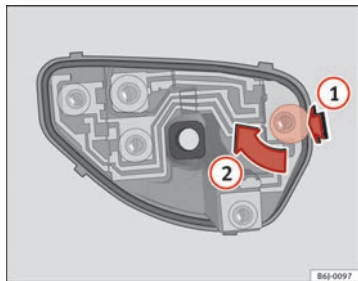

Abb. 153 Glühlampenersatz Rückleuchten
- Nach dem Abnehmen des Lampenträgers drücken Sie in Richtung des Pfeils **(1)** und drehen gleichzeitig in Richtung des Pfeils **(2)** ⇒ Abb. 153.